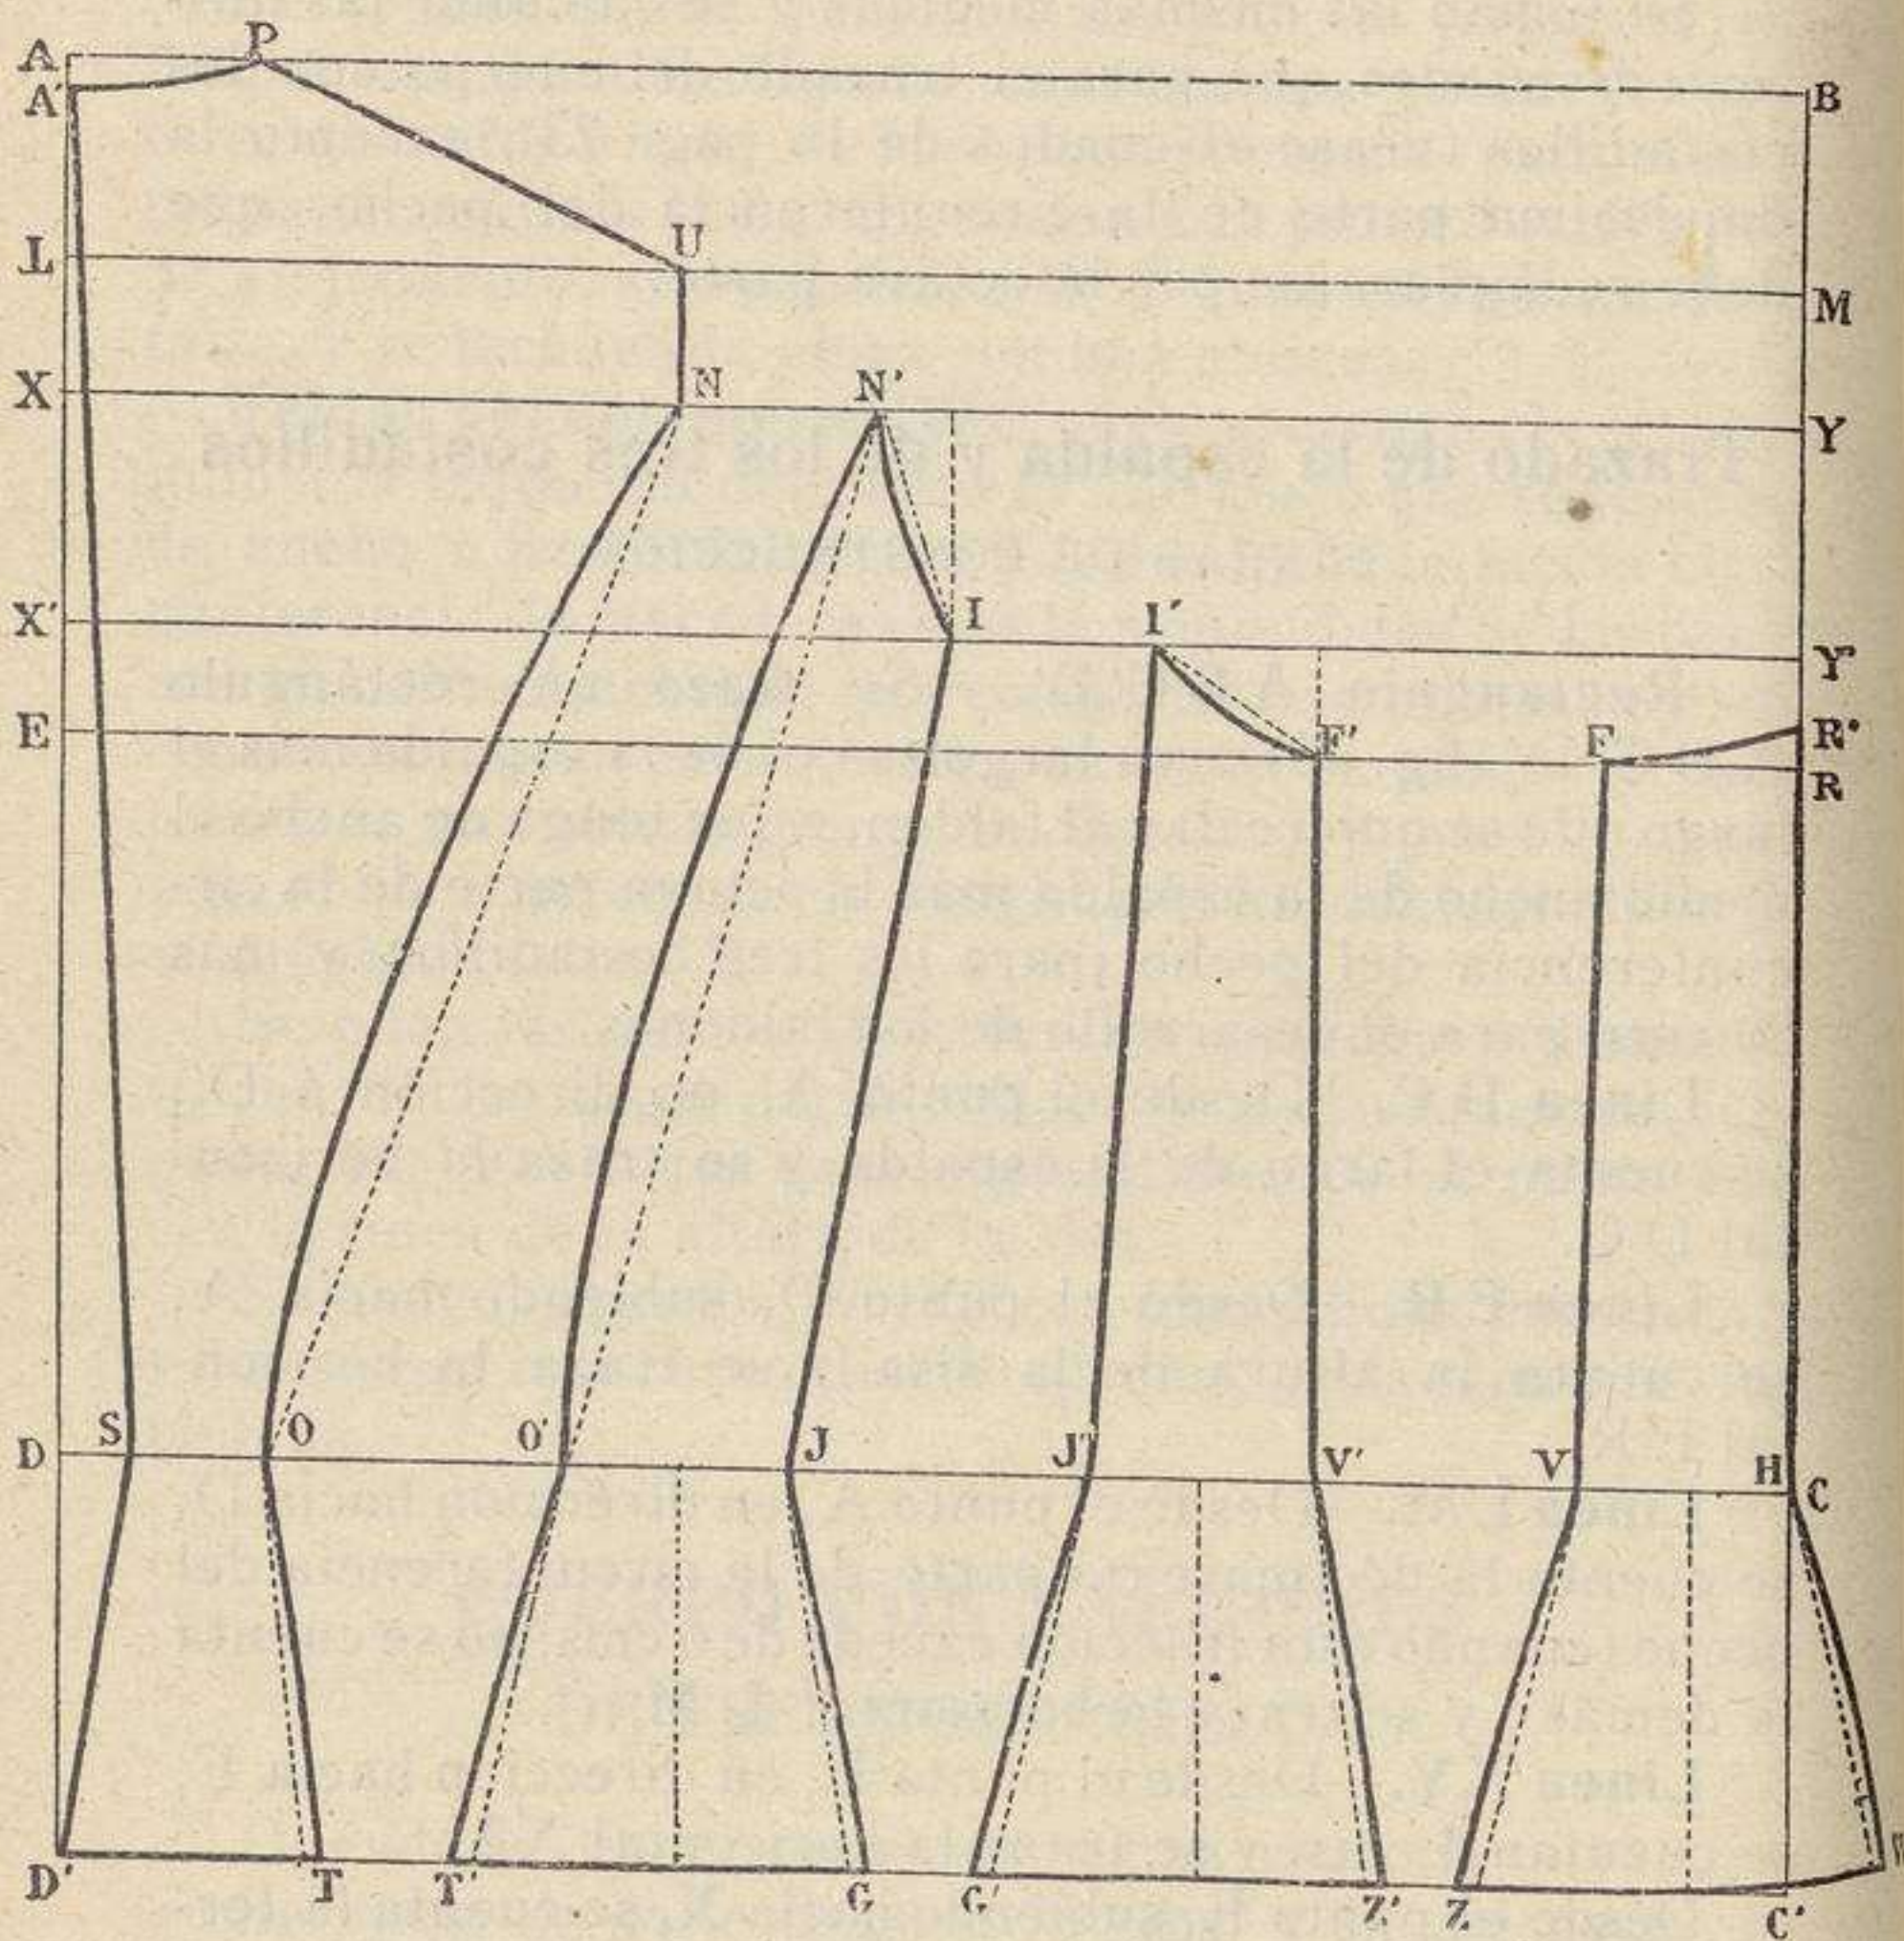

Fig. 49 ( $\frac{1}{6}$  del tamaño real).—Trazado de la espalda y de los tres costadillos
**Rectángulo A B C' D'.**— Se traza un rectángulo A B C' D' (fig. 49) cuyo largo sea el de la espalda más el largo que se quiere dar al faldón, y que tenga de ancho el medio ancho de la espalda más la octava parte de la circunferencia del pecho (para los tres costadillos) y más 20 cms. para el desarrollo de los faldones.
**Línea R E.**—Desde el punto A, en dirección á D, se cuenta el largo BR' del rectángulo de la espalda (fig. 49) y se traza la horizontal R E.